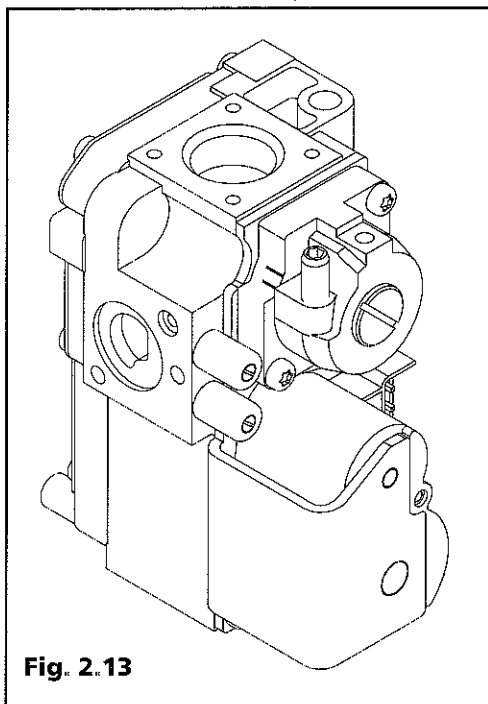

Fig. 2.13
2.8 Valvola del gas (Fig. 2.13)